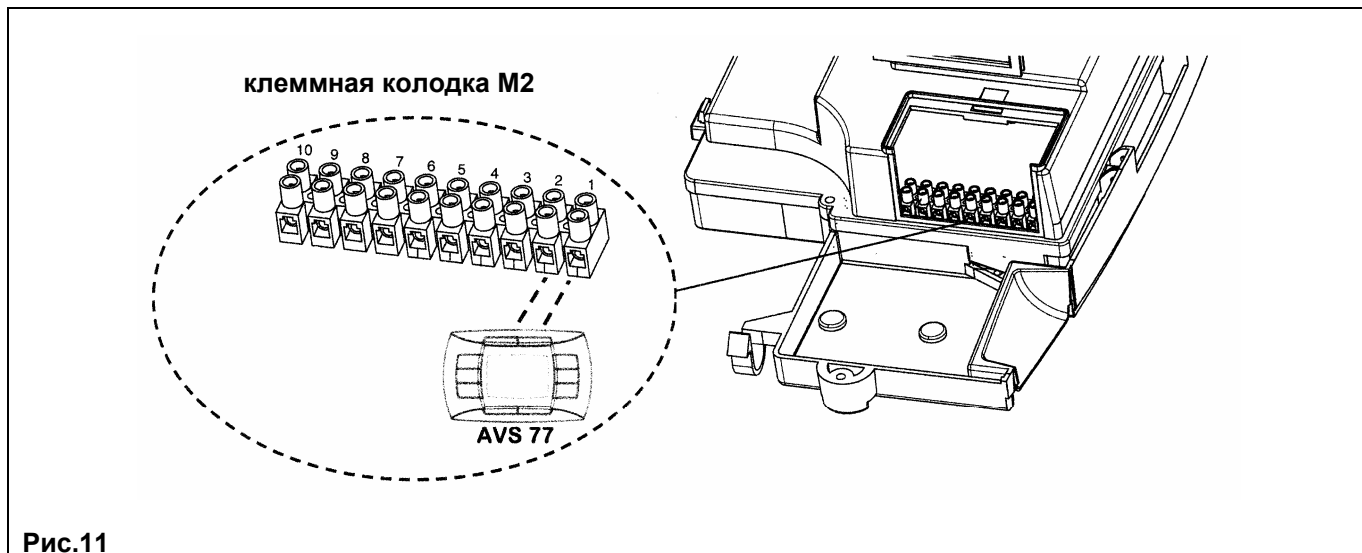

Рис.11
- подсоединить два провода, идущих от клеммной колодки котла **M2** (рис. 11), как показано на рис.С.
4. Подсоединить эти 2 провода к клеммной колодке **M2** котла как показано на Рис.11
1. Отвинтить два винта (а - б рис.11), которые фиксируют корпус котла;
2. открыть доступ к клеммной колодке **M2** как показано на рис.11;
- откройте доступ к клеммам подключения электропитания (рис.11),
- подключите двухпроводной кабель, идущий от термостата, к клеммам (1) и (2);